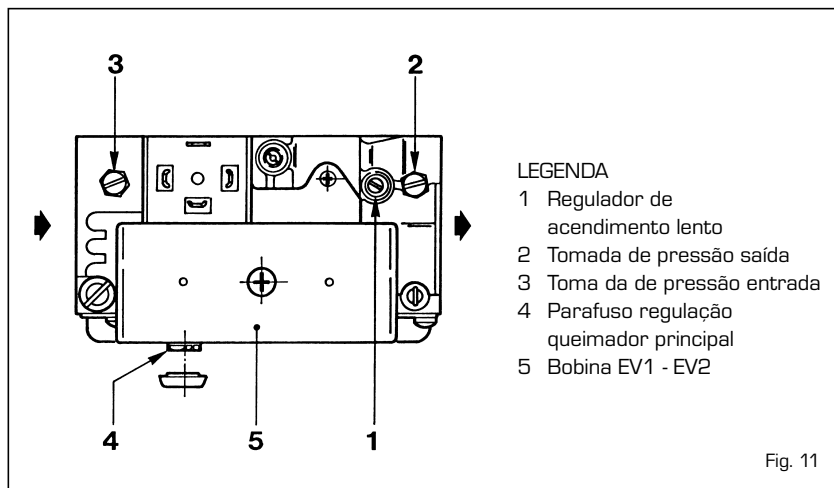

Fig. 11
As caldeiras “20/65 CE IONO” são fabricadas com válvula de gás SIT 830 TANDEM (fig. 11). No arranque da caldeira é sempre aconselhável efectuar a purga da tubagem agindo na toma de pressão (3). Para regular a pressão do gás no queimador principal tirar o taco do regulador de pressão (4). A regulação efectua-se agindo sobre o parafuso situado por baixo do taco: para aumentar a pressão, rodar o botão no sentido dos ponteiros do relógio, para a diminuir, rodar o botão no sentido anti-horário. A válvula tem a possibilidade de regular o acendimento lento do queimador actuando sobre o parafuso (1).
- Nas caldeiras “20/65 CE IONO” - 35/80 CE IONO” tirar a tampa colocada no regulador de pressão e apertar até ao fundo o parafuso de regulação [4 fig. 11 e 5 fig. 14]. Regular em seguida a pressão à entrada da válvula de gás a 30/37 mbar, segundo o tipo de gás, actuando no redutor de pressão colocado no exterior da caldeira.